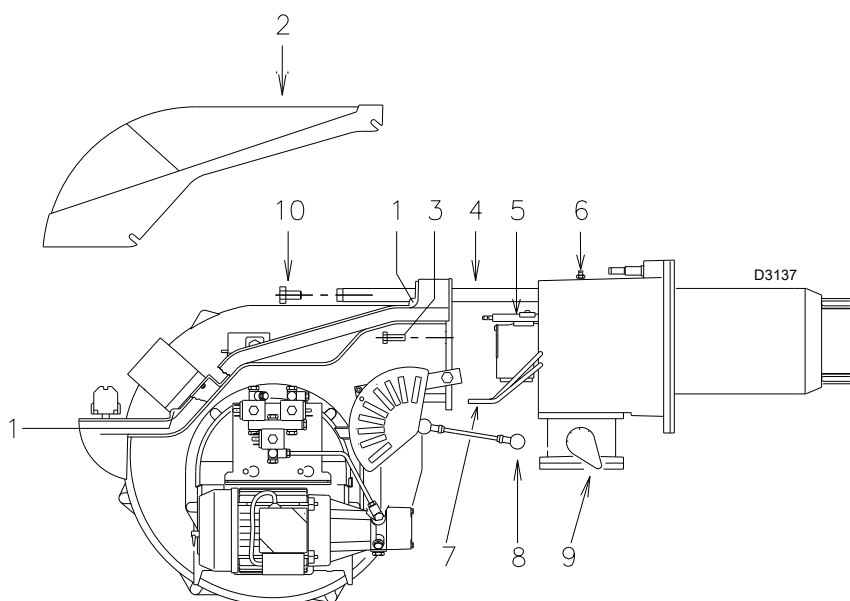

Fig. 44
- Slăbiți șuruburile 1) și scoateți capota 2)(Fig. 44).
- Deconectați conductele diesel 7)(Fig. 44).
- Scoateți șuruburile 3) și retrageți arzătorul de pe ghidaje 4)(Fig. 44) timp de aproximativ 100 mm.
În acest moment este posibilă extragerea părții interioare 5) după îndepărtarea șurubului 6)(Fig. 44).